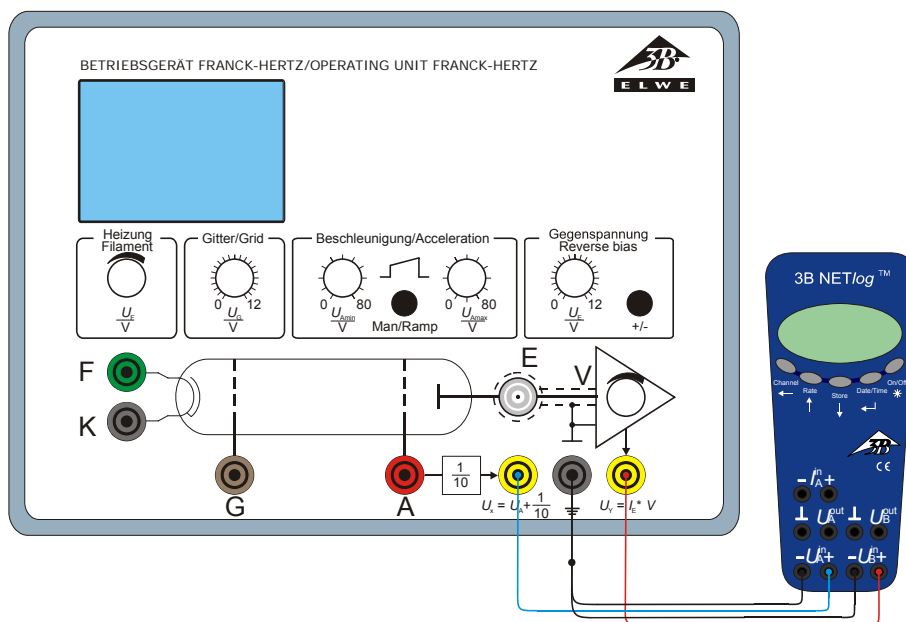

Fig. 6 Anschluss des 3B NET/log™ an das Betriebsgerät für Franck-Hertz-Experiment
- Collegare il 3B NET/ogTM all'apparecchio per l'esperimento di Franck-Hertz. (Vedere Fig. 6). A tale scopo, collegare l'uscita U_x dell'apparecchio per l'esperimento di Franck-Hertz all'ingresso A e l'uscita U_y all'ingresso B del 3B NET/ogTM.